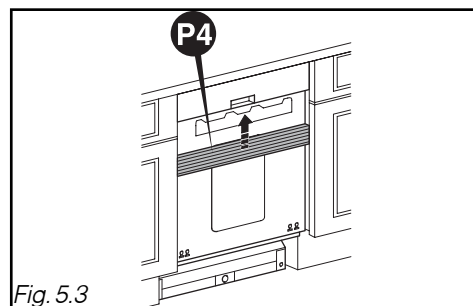

Fig. 5.3
- Klipsen Sie die Aufsätze **P4** auf die Maschinenleiste (Abb. 5.3).